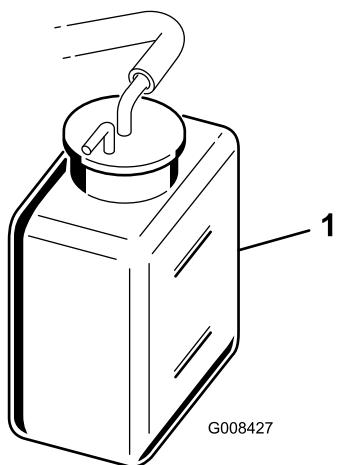

Bild 36
2. Prüfen Sie den Kühlmittelstand (Bild 35 und Bild 36).